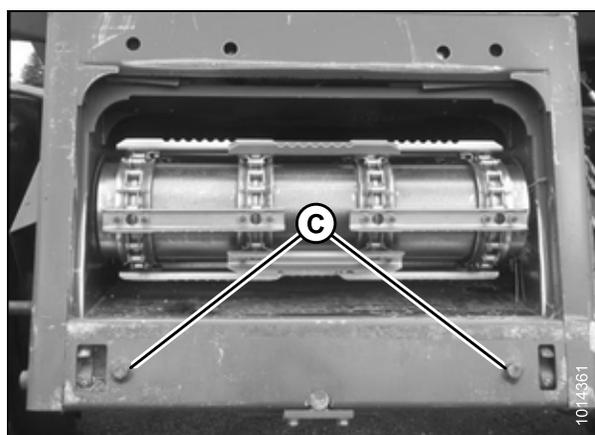

Рисунок 4.69: Направляющие штифты AGCO Group
2. Запустите двигатель и медленно приблизьтесь к жатке, пока наклонная камера не окажется прямо под верхней поперечиной (A), а направляющие штифты (C) (см. рис. 4.69, страница 304) на наклонной камере не совместятся с отверстиями (B) в раме модуля флотации.